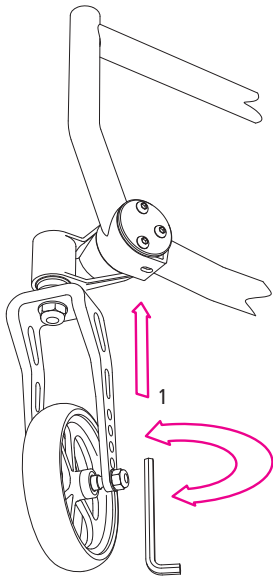
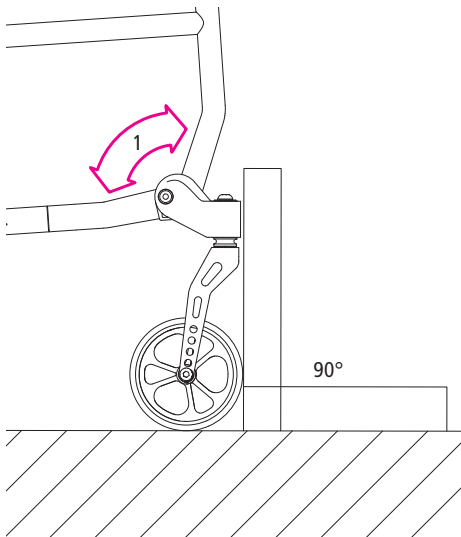

Abb.59
Abb.60
2. Sie können nun einen 5 mm Innensechskantschlüssel durch die Bohrung unten im Castorgehäuse führen und durch Drehen (1, Abb. 59) den Winkel justieren (1, Abb. 60).